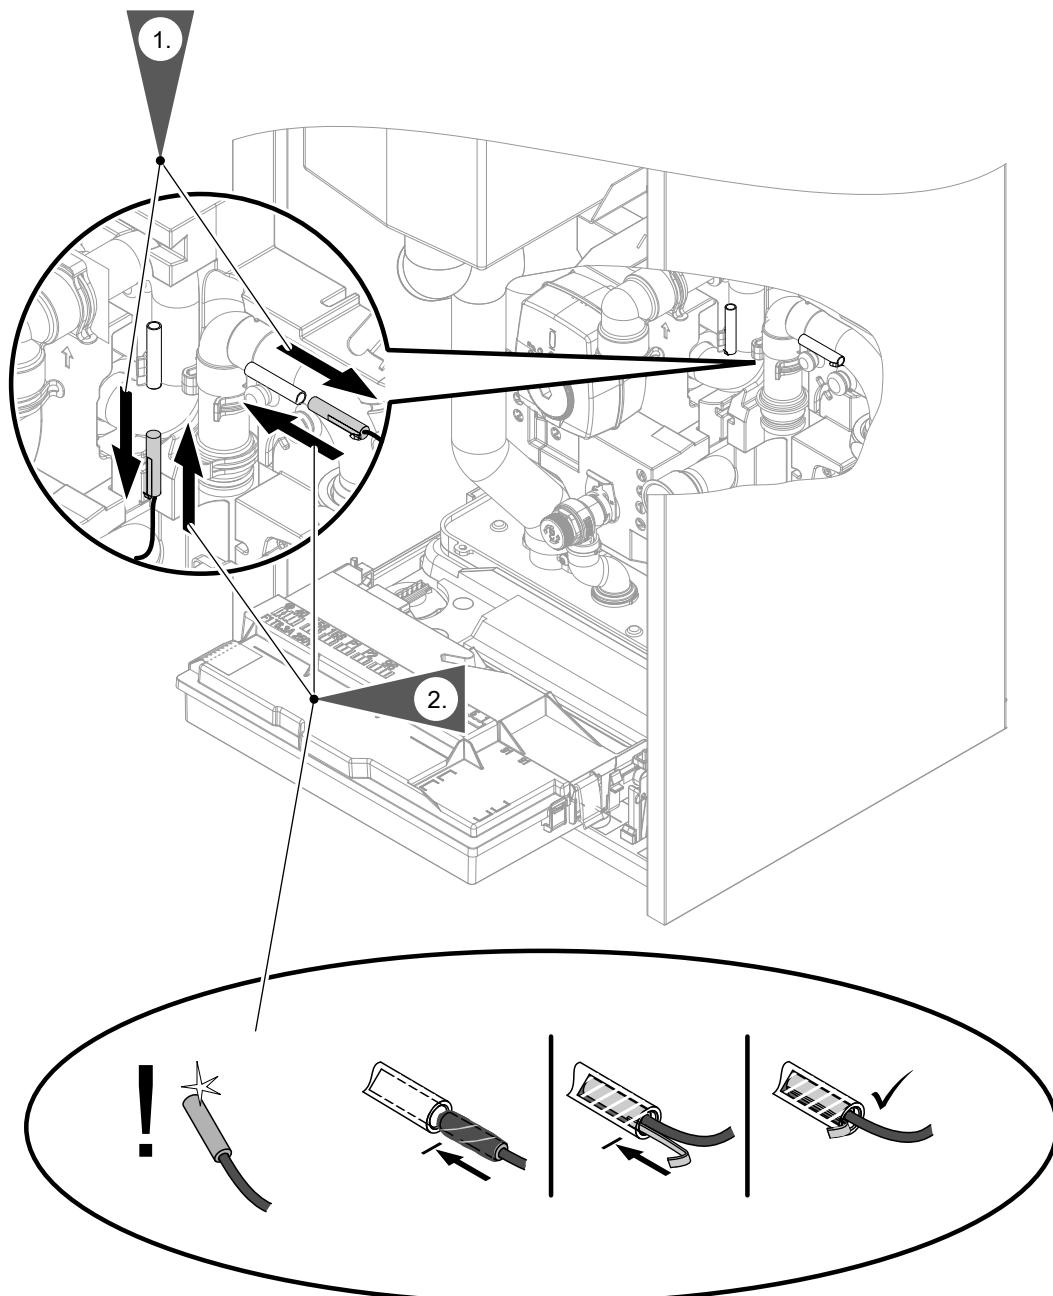

Abb. 95
- Temperatursensoren Sekundärkreis: Siehe Abb. 95.